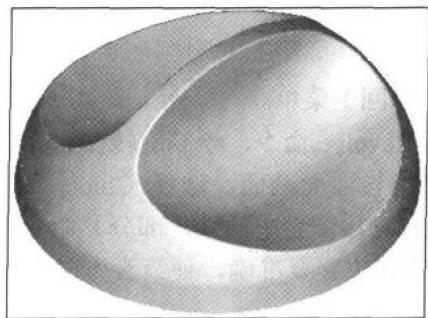

图1-1 液化气灶旋钮
利用旋转曲面、扫描曲面和曲面倒圆角等功能产生液化气灶旋钮模型，效果如图 1-1 所示。
53. 选择 **Do it** 命令，结果如图 1-1 所示。